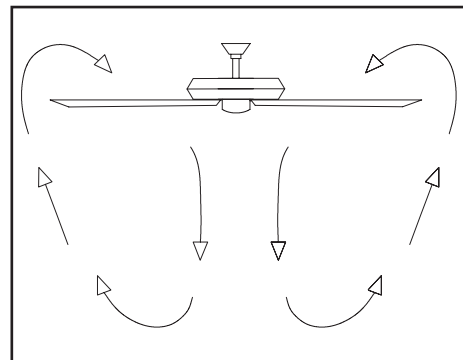

Figura 21
**Clima cálido** - (Hacia adelante) Un flujo de aire hacia abajo surte efecto refrescante, como se muestra en la Figura 21. Esto permite fijar tu aire acondicionado en configuración más alta sin afectar tu comodidad.